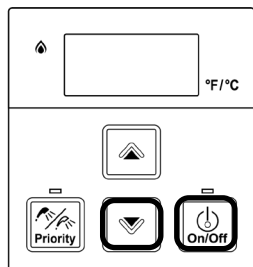

Figura 41
2. Mientras retiene el botón ▼ (abajo) durante 2 segundos, oprima y retenga el botón de encendido/apagado («On/Off») (retenga simultáneamente ambos botones) (Figura 41).